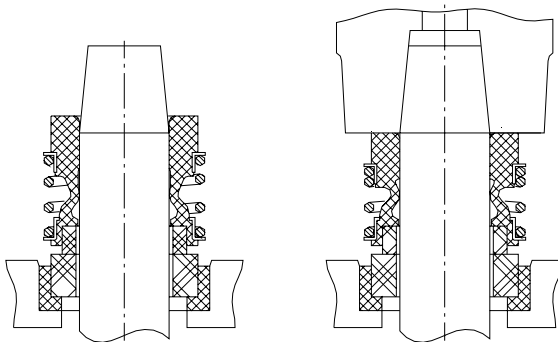
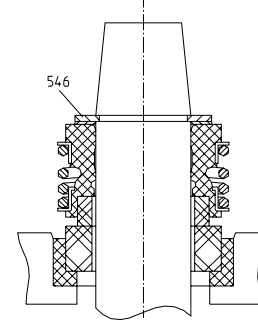

fig. 2.16
fig. 2.17
Neem de veer en de veerschotel van de asafdichting. **De dichtvlakken moeten absoluut schoon zijn!** Druppel een beetje lichte olie op het dichtvlak (koolstof) van de roterende ring en smeer een beetje zeep aan de binnenzijde van de rubber delen en op de as. Schuif het roterende gedeelte samen met de rubber afdichting over het aseind totdat het koolstofvlak tegen de stationaire zitting ligt. Het kan handig zijn hierbij een stukje hout of een stukje plastic buis te gebruiken met een diameter die een klein beetje groter is dan de diameter van de as. U drukt dan direct tegen het rubber gedeelte van de dichtingsring (fig. 2.16). Zorg er voor dat het rubber gedeelte gelijkmatig op de as zit en NIET onder het metalen gedeelte van de afdichting uit rolt. Zet de veer op zijn plaats en monteer de veerschotel.
Maak het roterende gedeelte van de mechanische asafdichting vochtig met een zeepoplossing. Schuif het geheel nu zo ver mogelijk met de hand op de as. Bij grootte 20 mm (fig.2.16) kan vervolgens de waaier gemonteerd worden. Bij elke andere grootte (fig.2.17) moet eerst de asborgring (546) aangebracht worden.